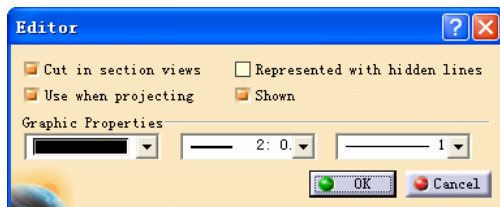

图 6-267
- » 步骤 05 在 Characteristics 对话框中选择要编辑的元素，然后单击 Edit (编辑) 按钮，将显示 Editor (编辑器) 对话框，如图 6-267 所示。
» 步骤 07 单击 OK 按钮, 确认并退出如图 6-267 所示对话框。